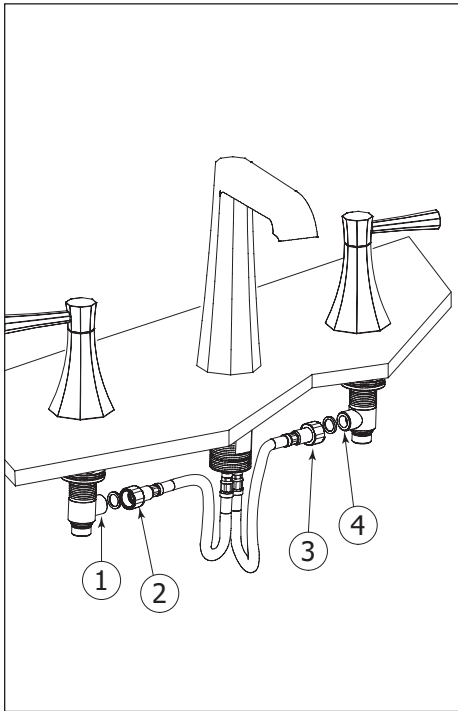

Fig.4
Insert the top of the drain (1) and the black nylon washer (2) into the basin water waste outlet (fig. 4).
Insérer le collet du drain (1) et le joint en nylon noir (2) dans l'évacuation du lavabo (fig. 4).